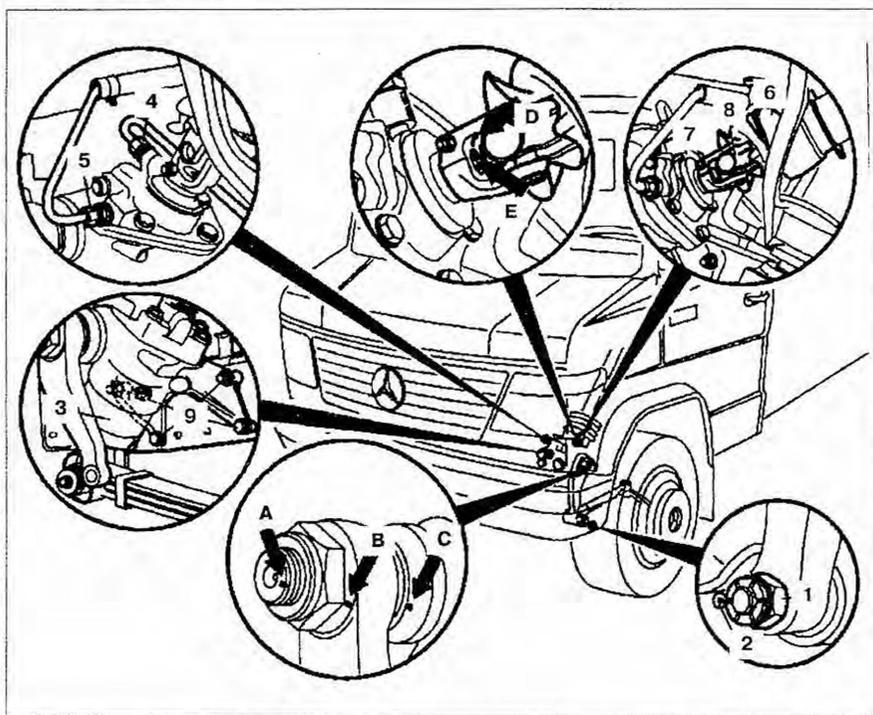

Рис. 6.1. Снятие и установка рулевого механизма:
2. Извлеките шплинт **2** и открутите гайку **1** крепления шаровой опоры продольной рулевой тяги (рис. 6.1).